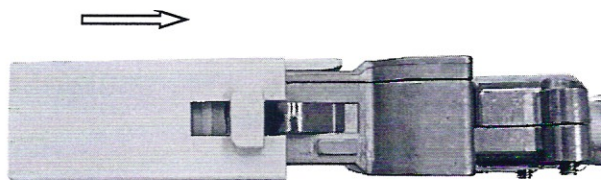

Рисунок 7 – Монтаж адаптера
3.15 Вставить собранную вилку или розетку в адаптер ВПМ-10-(8+1), либо в адаптер РПМ-10-(8+1) соответственно (рис. 7).